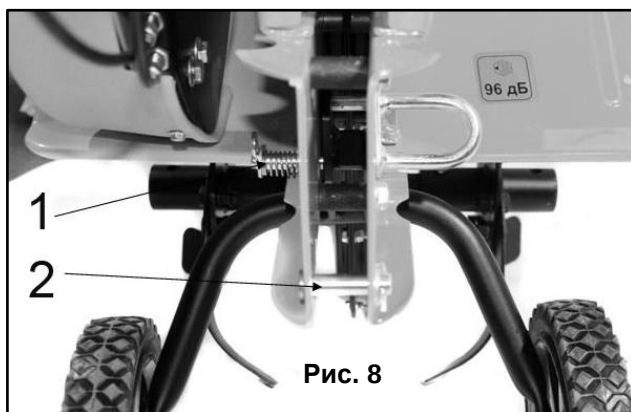

Рис. 8
- Отсоедините шплинт (1) (См. Рис. 8), выньте стопорный палец, а затем выньте сошник из держателя.
С помощью шплинта (2) (См. Рис. 8), к культиватору можно прикрепить различные аксессуары – сцепку (мод. PRORAB 8001001) для крепления к ней картофелевыкапывателя (мод. PRORAB 8001016), окучника (мод. PRORAB 8001007)